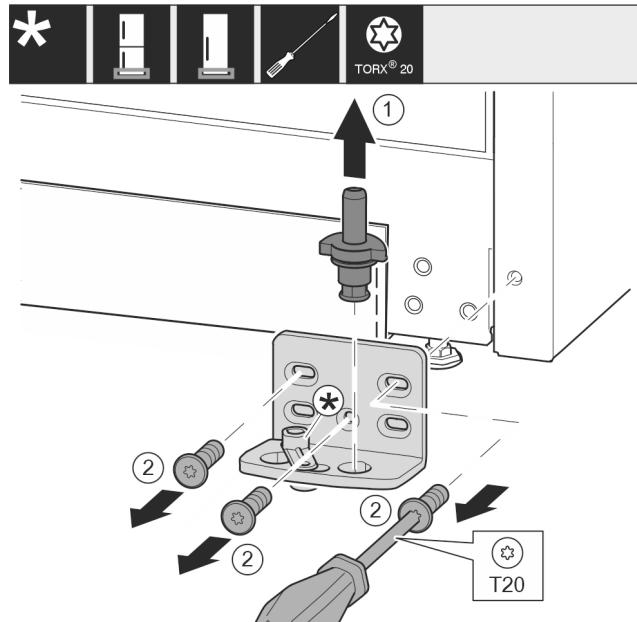

Fig. 10
- ▶ 将轴承螺栓完全向上拉出。Fig. 10 (1)
- ▶ 用 T20 螺丝刀将螺钉旋出并取下托架。Fig. 10 (2)